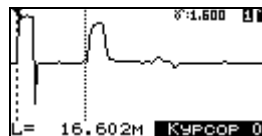

Рисунок 33
- **Курсор** (рисунок 33). При нажатии кнопок \triangleleft или \triangleright активный курсор, отмеченный сверху треугольным значком, смещается в соответствующем стрелке направлении. Выбор активного курсора (курсор 0 или курсор 1) производится нажатием кнопки \triangle или ∇ . Одновременное нажатие кнопок \triangleleft , \triangleright приводит к совмещению курсоров возле активного.